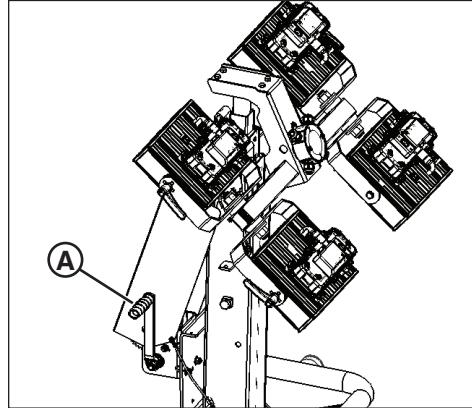

Figura 11
- Gire el cabrestante de la torre (**A**, Figura 11) hasta que la torre esté completamente elevada.
3. Gire el cabrestante de la torre (**A**, figura 11) hasta que la torre haya bajado totalmente.